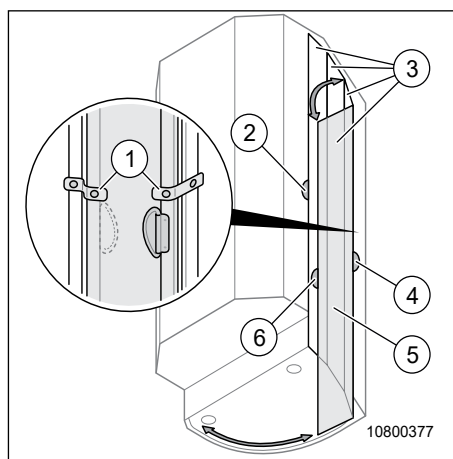

Fig. 119 Cabine de douche
2. Ouvrir les boutons-pression (Fig. 119, Pos. 1) de la porte coulissante (Fig. 119, Pos. 3).
3. Basculer l'élément pivotant (Fig. 119, Pos. 5) vers l'extérieur.
4. Tirer la porte coulissante de la cabine de douche (Fig. 119, Pos. 6) jusqu'à l'extrémité du rail coulissant.
- Ouvrir de l'intérieur : Tirer la porte coulissante de la cabine de douche (Fig. 119, Pos. 2) jusqu'à l'extrémité du rail coulissant.
- Ouvrir de l'extérieur : Pousser la porte coulissante de la cabine de douche (Fig. 119, Pos. 4) jusqu'à l'extrémité du rail coulissant.
2. Basculer l'élément pivotant (Fig. 119, Pos. 5) vers l'intérieur.
3. Fermer les boutons-pression (Fig. 119, Pos. 1) de la porte coulissante (Fig. 119, Pos. 3).